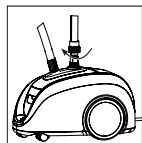

Figura 2
1. Introduzca la barra plegable en la plancha a vapor. Alinee las ranuras de la barra con las de la base de la barra y presione hacia abajo. Ajuste manualmente la tuerca de la barra girándola hacia la derecha (Figura 2).